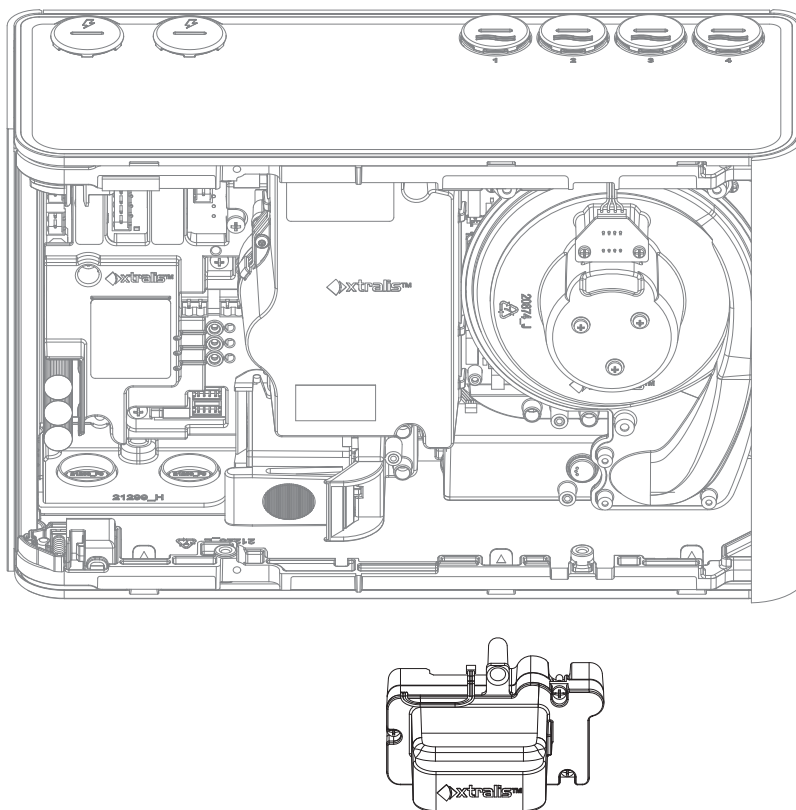

Figure 7-23: Retirer le module de prélèvement
- Retirez le module de prélèvement. Veillez à inclure le joint en caoutchouc sur la base du module de prélèvement (Figure 7-23).